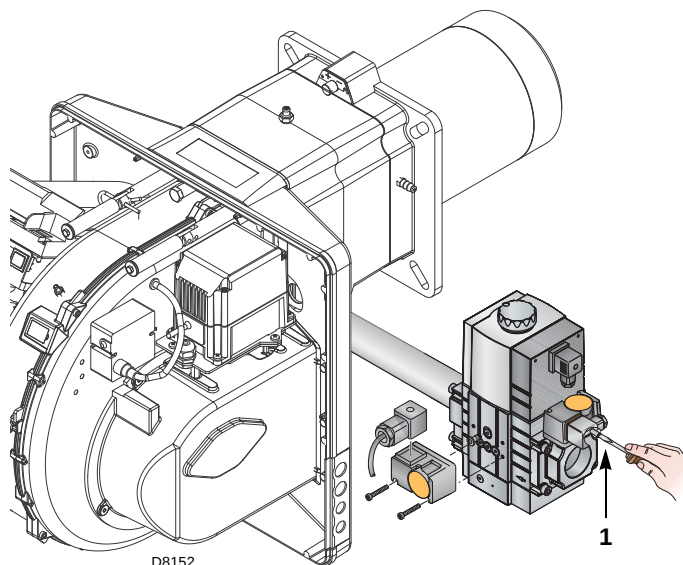

Abb. 28
- Prüfen Sie den Versorgungsdruck des Gases durch Anschließen eines Druckmessers an der Druckentnahmestelle 1 (Abb. 28) des Minimal-Gasdruckwächters: er muss geringer als der maximal zulässige Druck der Gasarmatur sein, der auf dem Kennschild der technischen Daten angegeben ist.